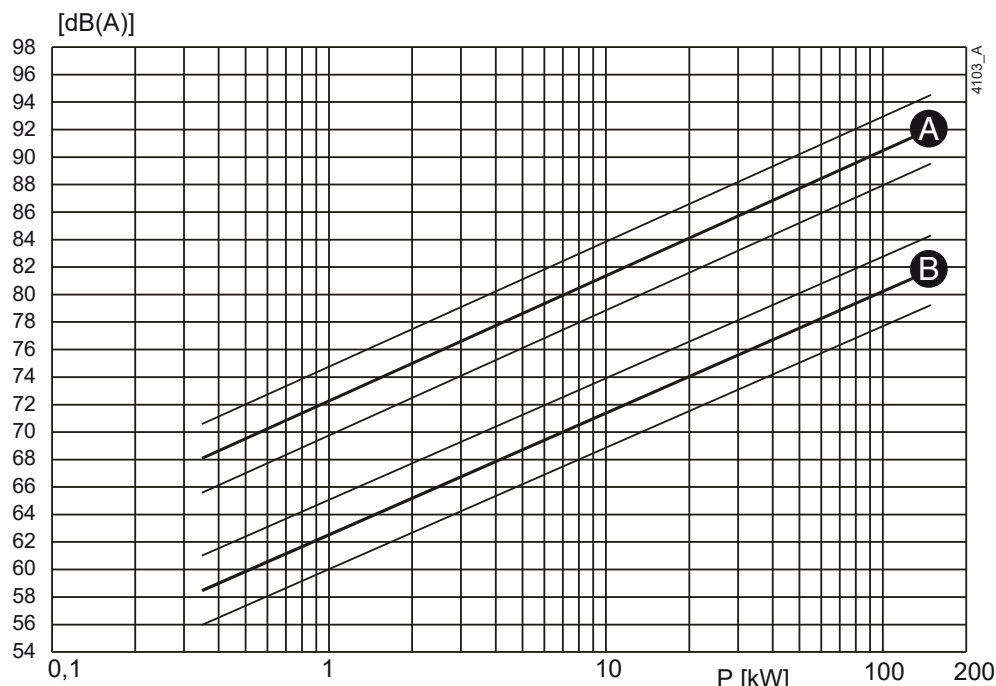
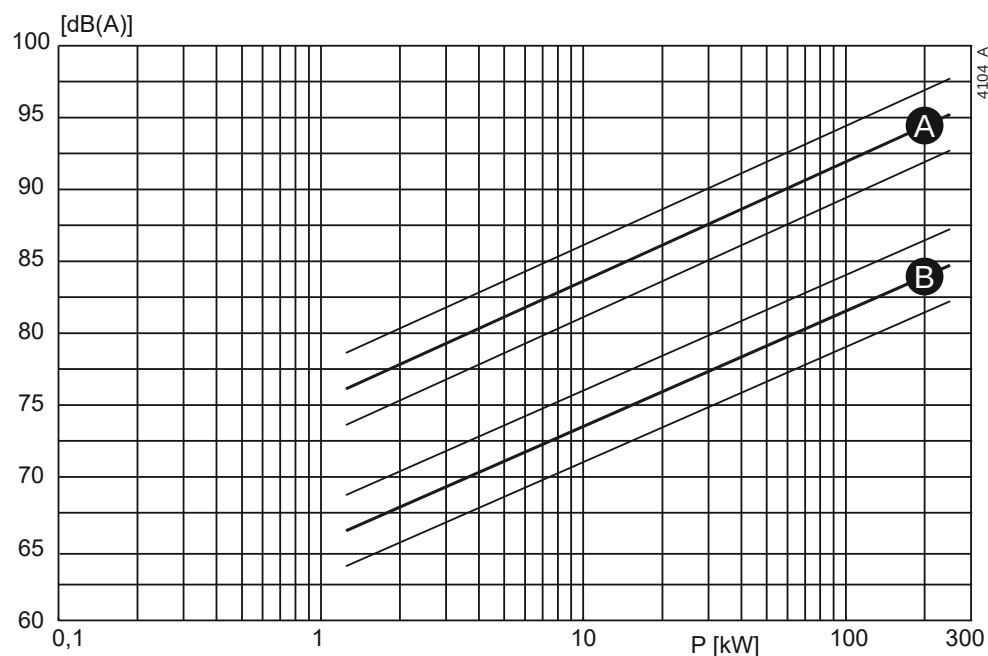

Рисунок 31: Зависимость уровня шума от мощности насоса [кВт] при 1450 об/мин
Рисунок 32: Зависимость уровня шума от мощности насоса [кВт] при 2900 об/мин
- 1 Определите уровень шума (L_1) насоса, см. рисунок 31 или рисунок 32.